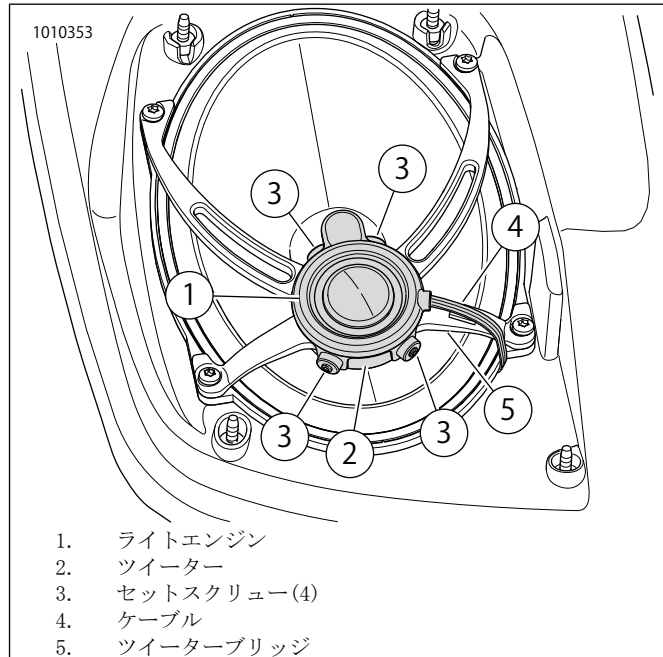

図23。スピーカーの取り付け
17. 図23を参照してください。図のように、ツイーター(2)をサドルバッグの前方へ向けます。IIRラバーが分離ワイヤーエリアとサドルバッグハウジングとの間にあることを確認します。こうなっていれば、ワイヤーが覆われるだけでなく、スピーカーコーンがサドルバッグハウジングに密閉されますので、水が浸入しなくなります。スピーカーをハーネスに接続し、前の作業で外したスクリーンでスピーカーを固定します。スクリーンを次のトルク値で交互に締め付けます: